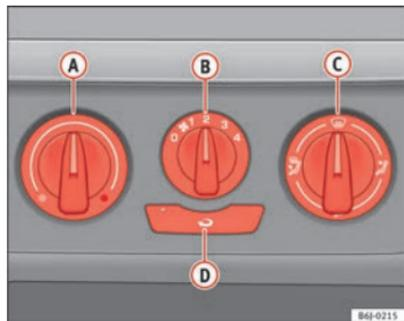

Fig. 99 Mandos de la calefacción en el tablero de instrumentos
- Gire el regulador de temperatura **A** ⇒ fig. 99 hacia la izquierda.
- Gire el regulador de la temperatura **A** ⇒ fig. 99 hacia la derecha hasta alcanzar el grado de calefacción deseado.
- Gire el regulador de la temperatura **A** ⇒ fig. 99 hacia la derecha hasta el nivel máximo de calefacción.
- Gire el regulador de temperatura **(A)** ⇒ fig. 99 hacia la zona de calefacción.